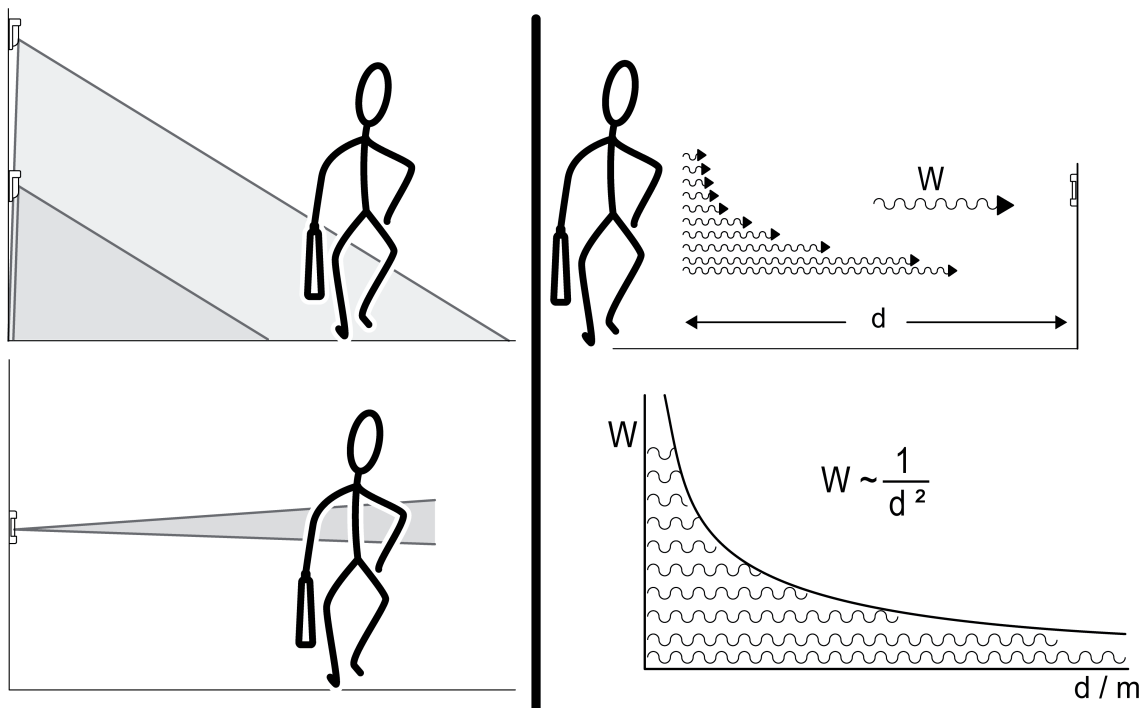

Bild 4: Erfassung von Wärmequellen – Geometrie des Erfassungsfeldes und Entfernung (photometrisches Entfernungsgesetz)
Ein Bewegungsmelder, der schräg nach unten schaut, unterscheidet sich von einem, der geradeaus ins Unendliche schaut (Bild 4).
- Entfernung zwischen Wärmequelle und Bewegungsmelder: Je weiter die Wärmequelle vom Sensor entfernt ist, umso schwächer ist das am Sensor auswertbare Signal (Bild 4).